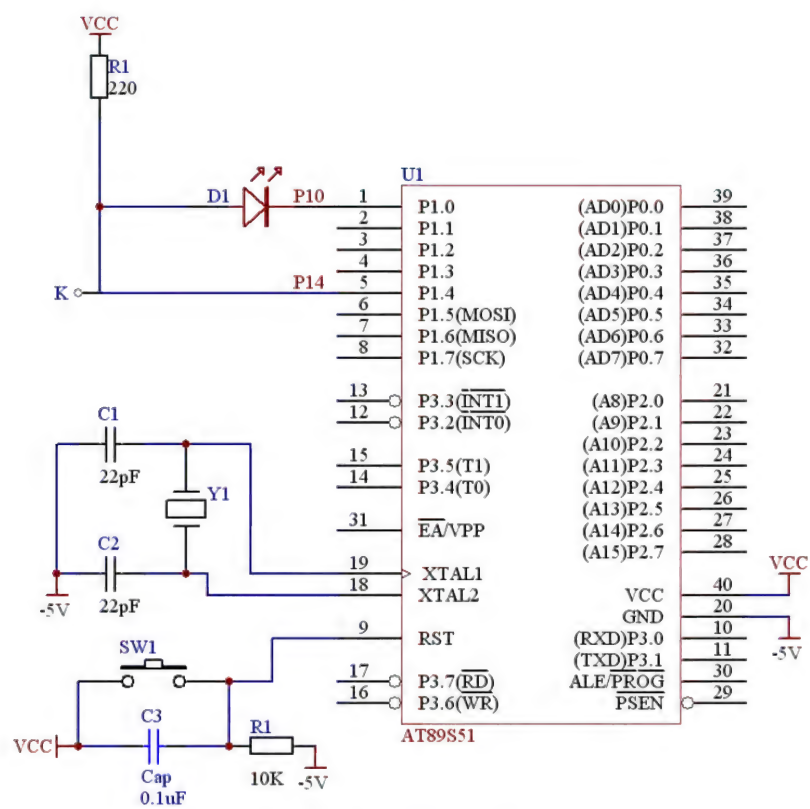

图 7.1 例 7-1 图
**分析：**设计电路图如图 7.1 所示。开关接在 P1.4 口，LED 灯接在 P1.0 口，当开关断开时，P1.4 为 VCC，对应数字量为“1”，开关合上时，P1.1 电平为 0，对应数字量为“0”。根据 LED 的解法，当 P1.0 输出为“0”时，LED 灯亮，反之，输出为“1”时，灯则熄灭。